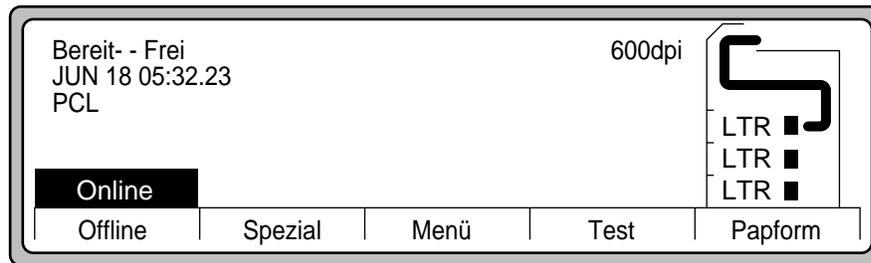

Abbildung 3-5 Hauptmenü
4. Konfigurieren Sie den D640 entsprechend der Konfigurierung des DTC-Anschlusses (siehe Abbildung 3-5).
Der Drucker sollte eingeschaltet sein, und auf dem Bedienfeld sollte das Hauptmenü angezeigt werden (siehe Abbildung 3-5).